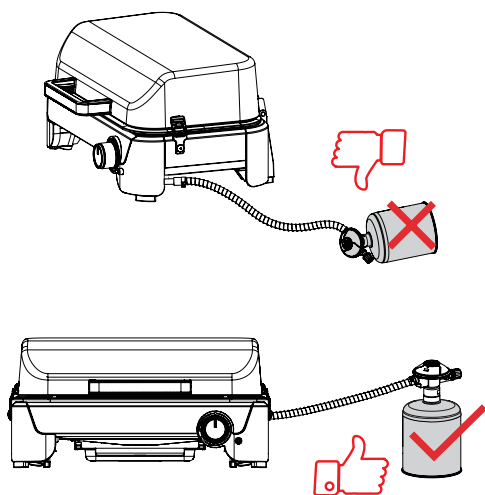

Fig. 10a
- Mettre le liquide sur les raccords bouteille / détendeur / tuyau / appareil (Fig. 10a, 10b & 10c).